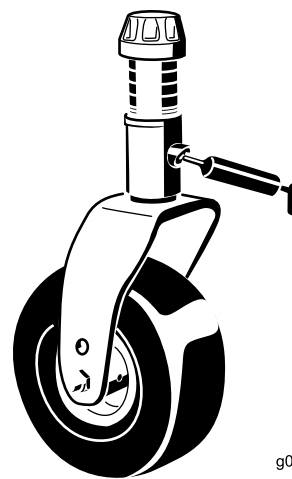

Figura 43
- Boccola (1) dell'asse della forcella della ruota orientabile (Figura 43)
- Boccole del perno del braccio di rinvio (1) (situate sotto il braccio di rinvio)